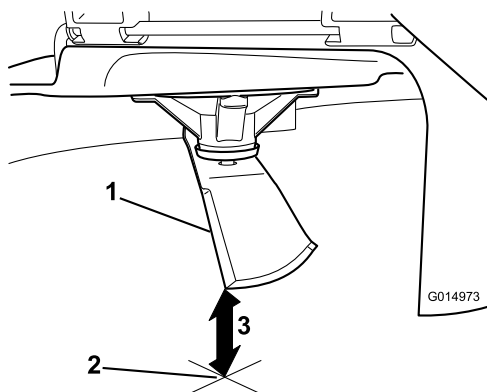

Figura 65
3. Măsurați de la vârful lamei până la suprafața plană (Figura 65).